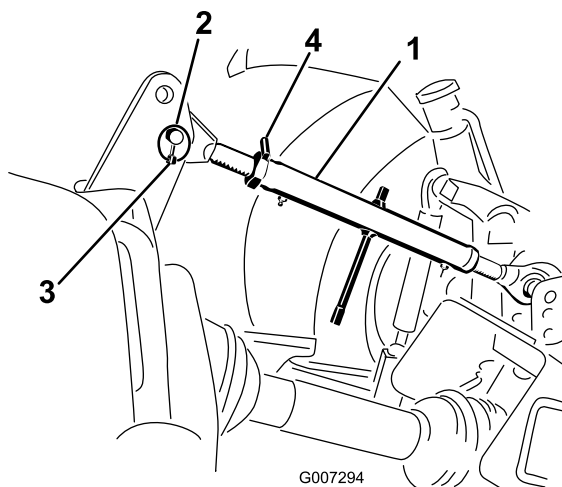

Figura 8
1. Conecte el brazo de enganche superior al taladro inferior del soporte y sujételo con un pasador de enganche y un pasador de seguridad (Figura 8).
- Gire el enganche superior para apretar el enganche. Ajústelo hasta que la parte delantera del chasis del aireador esté a 90 grados de la horizontal (Figura 8).